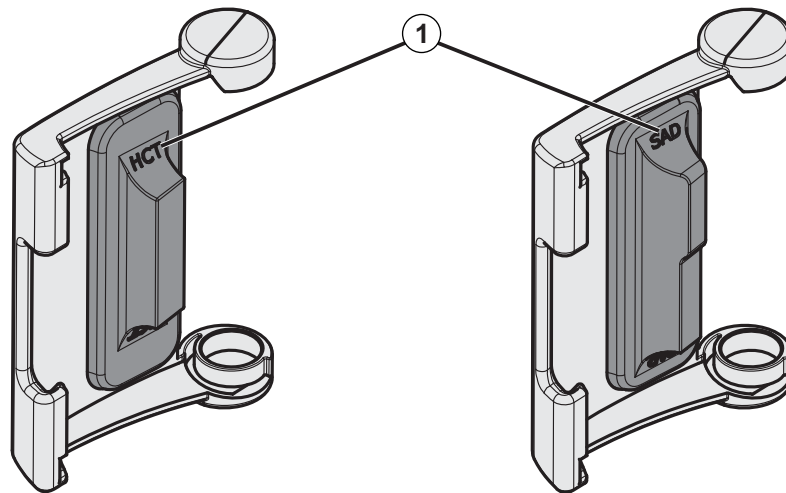

Bild 7-21 Typmärkning av HCT och SAD sensorhölje
Locken är märkta framtill med en röd (HCT) och en blå punkt (SAD), och på baksidan med *HCT* och *SAD* (se Bild 7-21, ①).